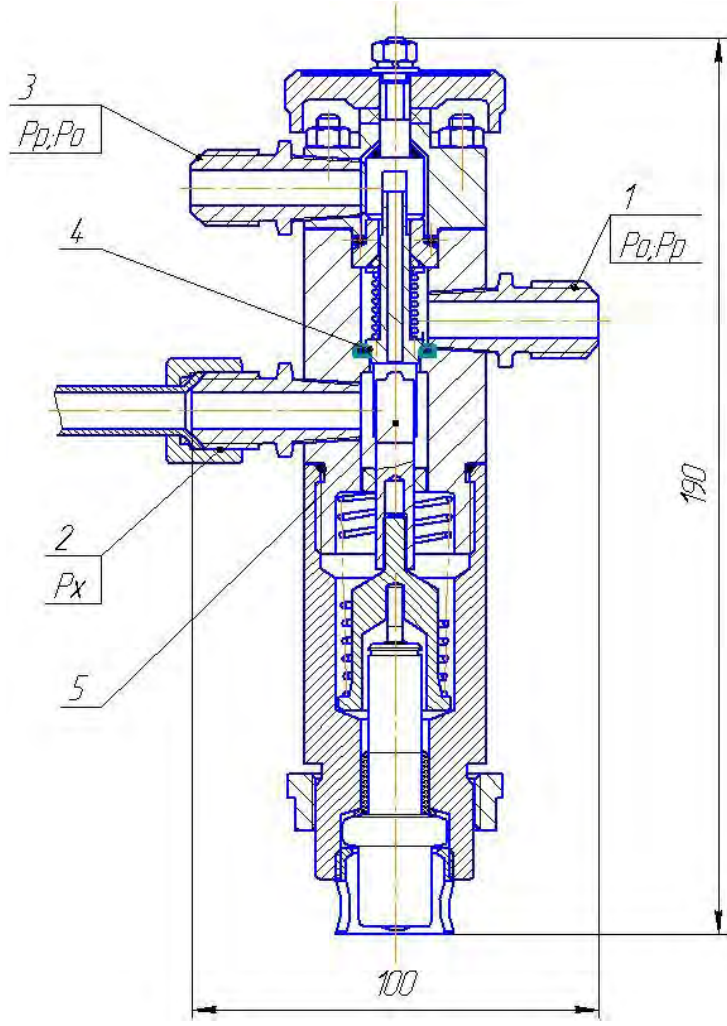

Рис.2 Преобразователь температуры ПТ-1-1
Преобразователь ПТ-1-1 (рис.2) входит в РТ-ГВ, как комплектующее изделие и конструкция преобразователя излагается в паспорте АЛШ 2.553.011 ПС.
В зависимости от положения сопла 4 относительно штыря 5 (рис.2) рабочая среда поступает в камеру командного давления P_x и далее в верхнюю полость гидропривода ИУ. Возникшее при этом усилие на мембране передается через шток на затвор с одной стороны и уравновешивается натяжением настроечной пружины с другой стороны. Отклонение регулируемого параметра в ту или иную сторону от заданного значения нарушает равновесие действующих сил и приводит к перемещению затвора.
5. Настройка температуры производится поворотом колпачка ПТ-1 (рис. 2) по стрелке к знаку “+” настройка на большую температуру, к знаку “-” – на меньшую.